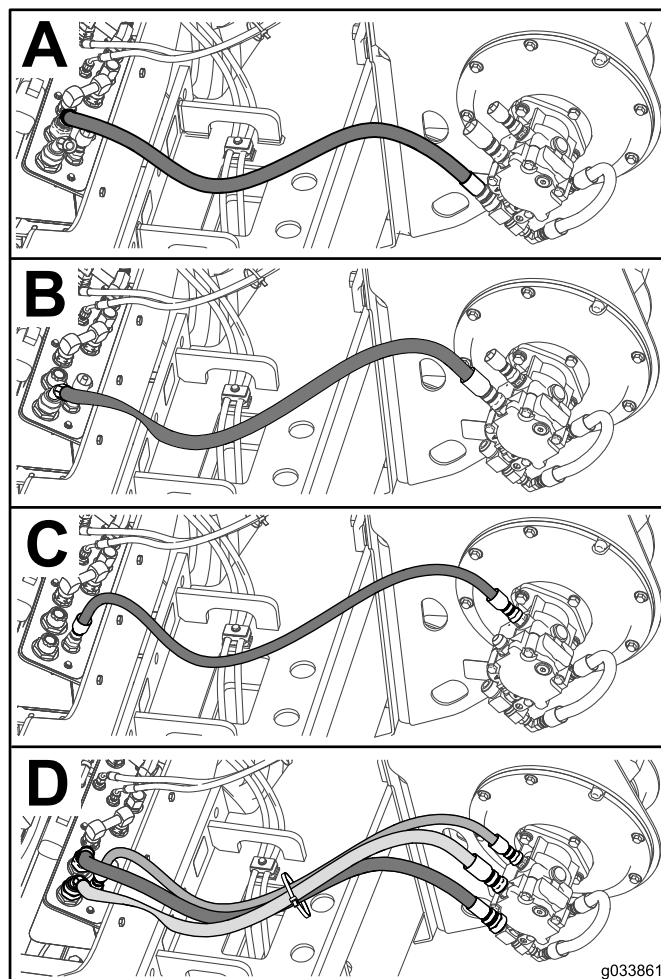

Figure 10
1. Montez le flexible de 127 cm (50 po) avec le raccord F16 comme illustré à l'encadré A de la Figure 10.
4. Montez l'autre flexible de 127 cm (50 po) avec le raccord F12 comme illustré à l'encadré B de la Figure 10.
7. Montez le flexible de 117 cm (46 po) comme illustré à l'encadré C de la Figure 10.
10. Attachez les flexibles avec un serre-câble (encadré D de la Figure 10).